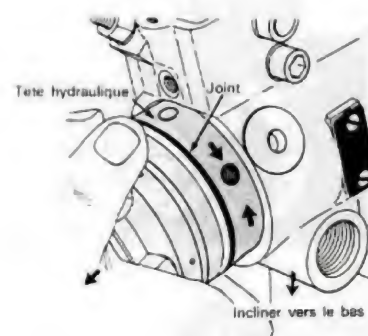

Fig. 15.
- Incliner le carter vers le bas et sortir la tête hydraulique en lui imprimant un léger mouvement de rotation (fig. 15).
- Récupérer dans la main les masselottes, la rondelle de poussée et le manchon régulateur (fig. 15 bis).
Fig. 15 bis.